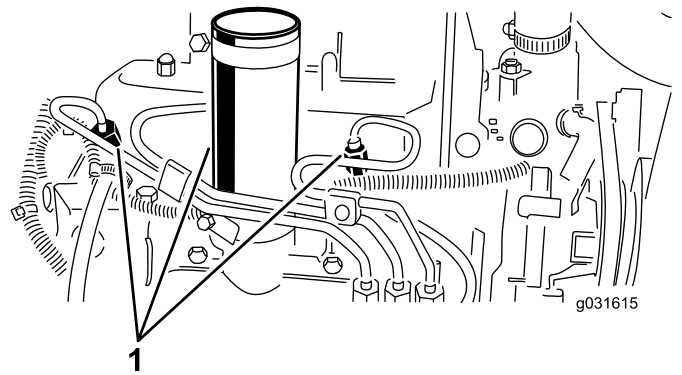

Bild 52
1. Lockern Sie den Leitungsanschluss an der ersten Düse und Halterung (Bild 52).